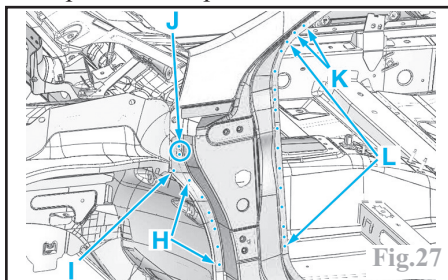

Fig.27
- Découper les points (Fig.27) :